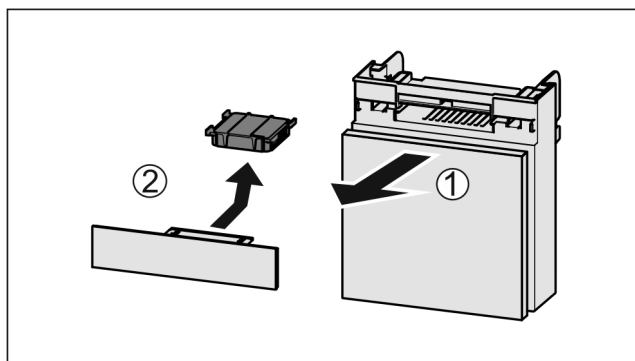

Fig. 186
- ▶ Потягніть Fig. 186 (1) відділення вперед.
- ▶ Витягнути Fig. 186 (2) фільтр з активованого вугілля.